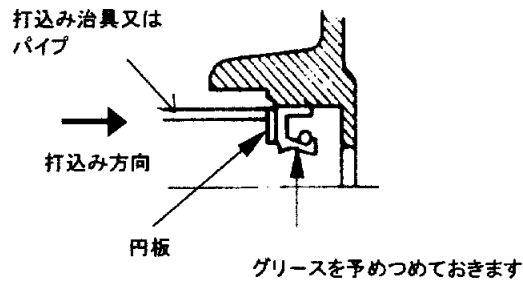

図9 オイルシール組込方法
- (1) オイルシール組込みの際は、図9のように円板をオイルシールに当て打込治具または、パイプで押しつけてオイルシール嵌合穴に打込んでください。